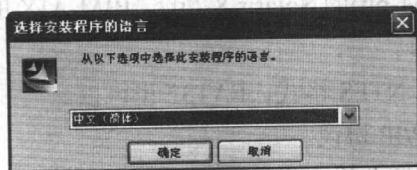

图 1-2 “选择安装程序的语言”对话框
(1) 首先, 需要安装 Install License Server。单击 Install License Server 按钮将打开如图 1-2 所示的“选择安装程序的语言”对话框。